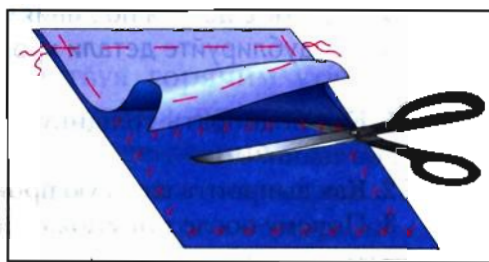

Рис. 24. Разрезание стежков
3. Разъединить детали кроя, растягивая нитки. Разрезать нитки-перемычки посередине между слоями ткани (рис. 24).